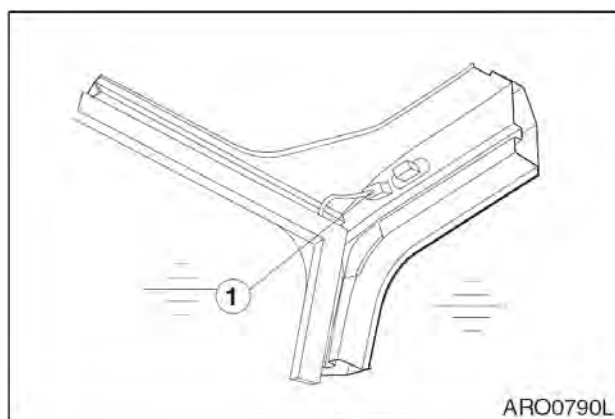

Рис. 92
5. Отсоединить соединитель стеклоочистителя (1, рис. 92) справа спереди на верхней части кабины.
7. Подсоединить провод щеток (1, рис. 92), расположенный на передней правой стороне кабины.